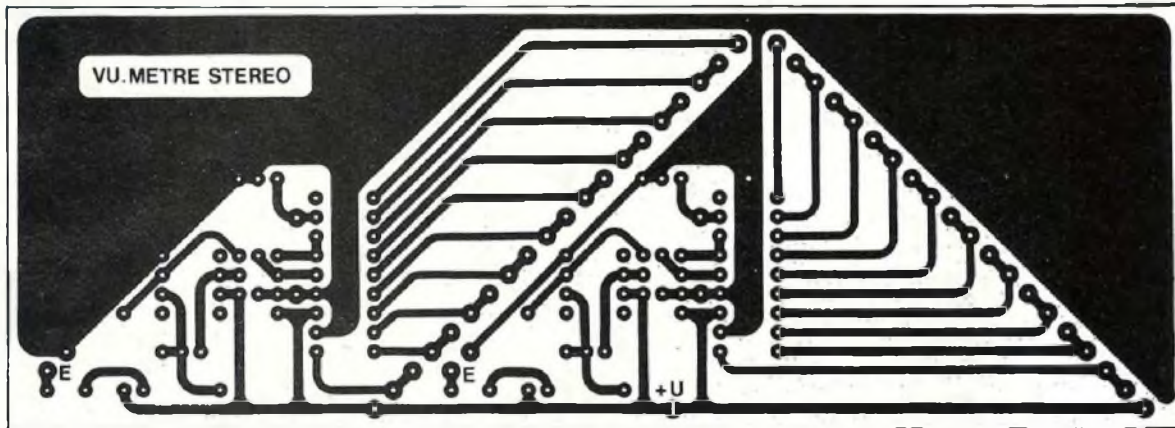

Fig. 8C
- Le vu-mètre de la figure 8C est implanté pour les deux canaux. On y remarque les deux lignes de pastilles destinées à recevoir les diodes leds qui montent en formant un V à l'envers.